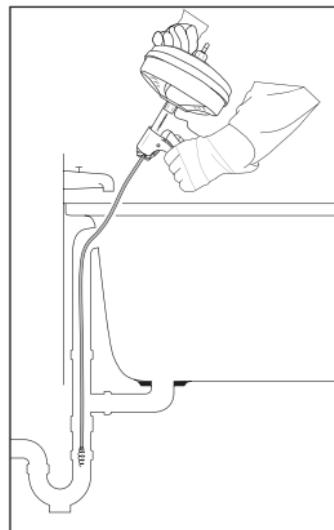

Fig. 2
- No caso de banheiras, nunca introduza a espiral **8** através do ralo. Caso contrário danificará a espiral **8**. Em vez disso, utilize sempre o transbordo como acesso (ver fig. 2).